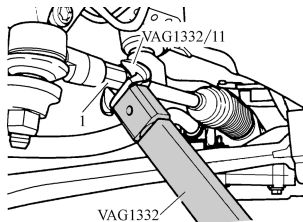

图 3-105 固定转向横拉杆
- 4) 用插入工具 SW24-VAG 1332/11 拧紧防松螺母，同时固定住转向横拉杆头，如图 3-105 所示。